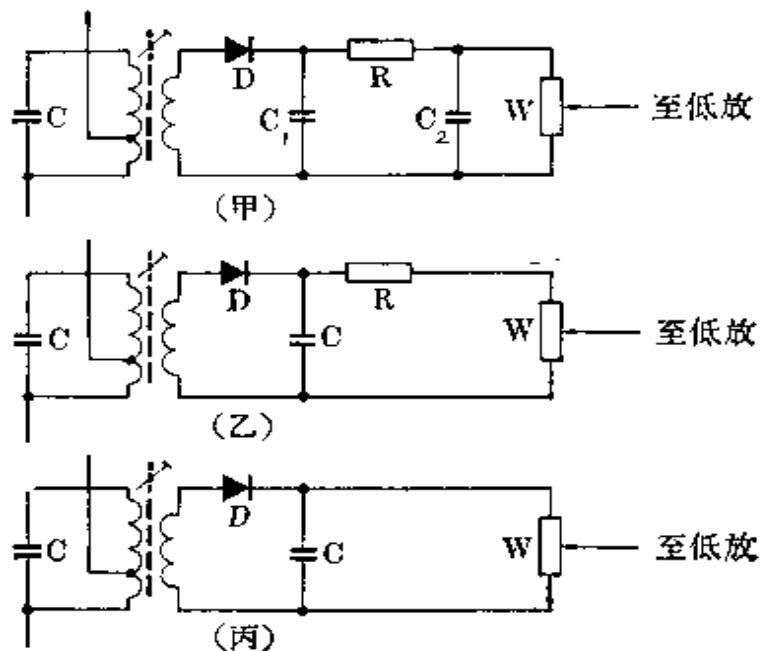

图 8-19
3. 检波电路：图 8-19 画出了超外差式收音机的三种检波电路。我们以图(甲)为例，看看检波的过程：前级输出的中频信号耦合给中频变压器次级。次级上获得的中频信号送给二极管 D 检波。检波后的输出电流由 C_1 、 C_2 、 R 组成的 π 型滤波器将残余的中频成份滤去，剩下的音频成份和直流成份流经电位器 W，在 W 两端产生音频信号电压降。电位器的滑动臂从 W 上取出音频信号通过低频耦合电容 C_8 送到低放级。调节电位器的滑动臂可以调节送往低放级音频信号电压的大小，从而控制收音机的音量。图(乙)、(丙)与图(甲)的电路区别在于滤波部分简单一些。图(乙)用了一只电容 C 和一只电阻 R 组成 L 型滤波器；图(丙)仅用了一只电容 C 以便让残余的中频信号成份从旁路通过。本章介绍的这只超外差式五管